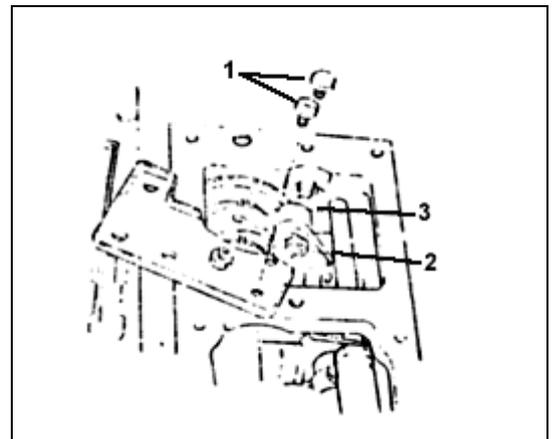

Fig. 43
Remova a tampa do braço e o parafuso (1), afrouxe a porca (2) e mova o tirante de conexão (3) para cima ou para baixo (fig. 43).